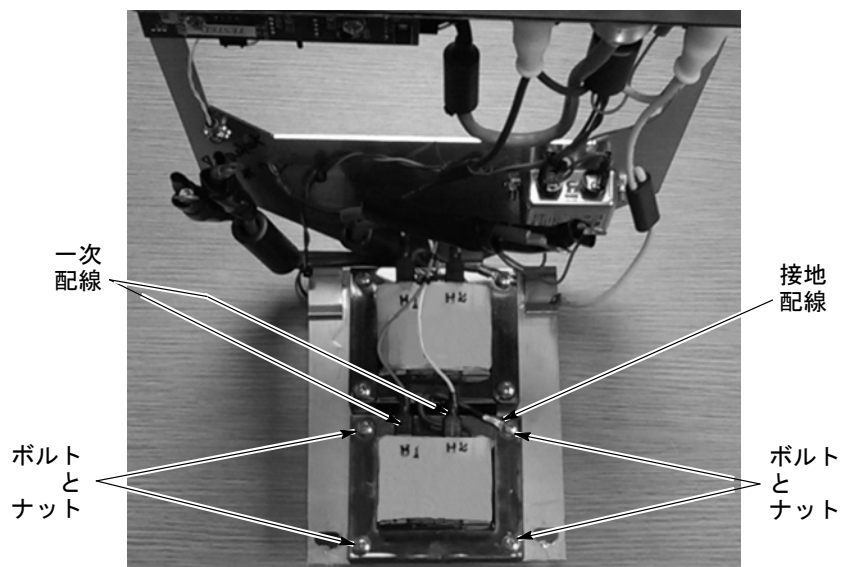

図 6-20 トランスの取外し
5. 図6-20を参照。トランスH1およびH2のタブに接続されている一次配線のカラーをメモして、配線ソケットをタブから取外します。